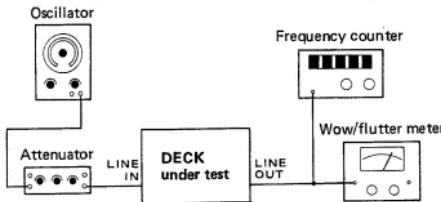

Fig. 4-12
1. Connect a wow/flutter meter to the deck as shown in Fig. 4-12.
1. 図4-12の様にウウ・フラッタ・メータをデッキに接続する。